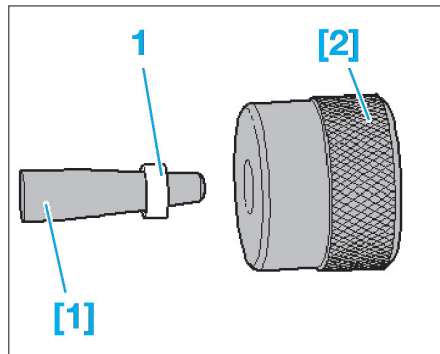

Fig. 41
- [1]. Cône de montage (réf. T10133/5) (Fig.41).
- [2]. Douille de montage (réf. T10133/6) (Fig.41).
- Engager la bague-joint en téflon neuve (1) sur le cône de montage [1] (Fig.41).